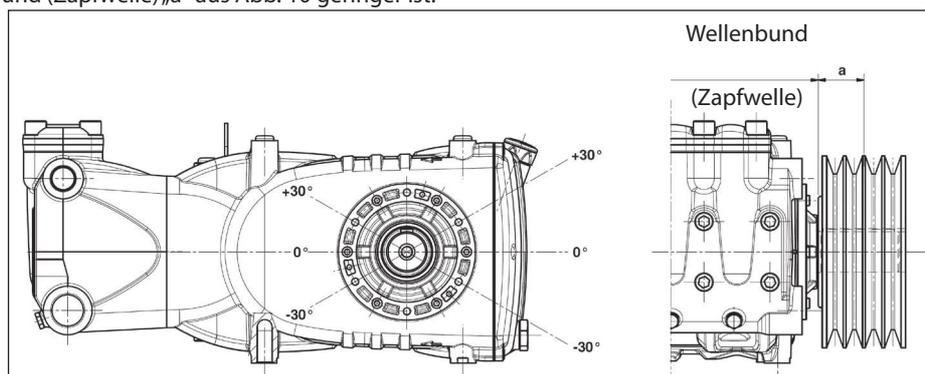

Abb. 10
Der Antrieb gilt als richtig bemessen, wenn die Belastung bei einem maximalen Abstand  $a=40$  mm vom Wellenbund (Zapfwelle) angewandt wird, siehe Abb. 10.
- b) Verwenden Sie Hochleistungsriemen - zum Beispiel **XPB** statt **SPB** - da hierbei weniger Riemen bei gleicher Leistungsübertragung benötigt werden und der Abstand zum Wellenbund (Zapfwelle) „a“ aus Abb. 10 geringer ist.